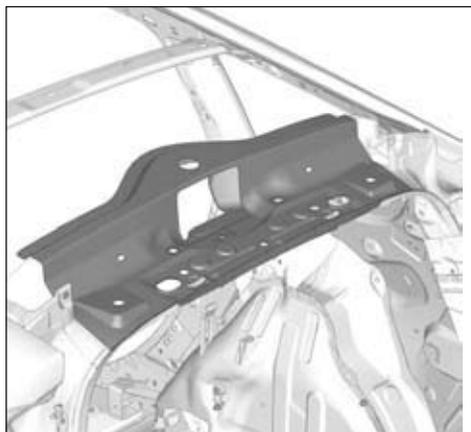

FIG.114
- Respecter la position de la pièce (Fig.114).